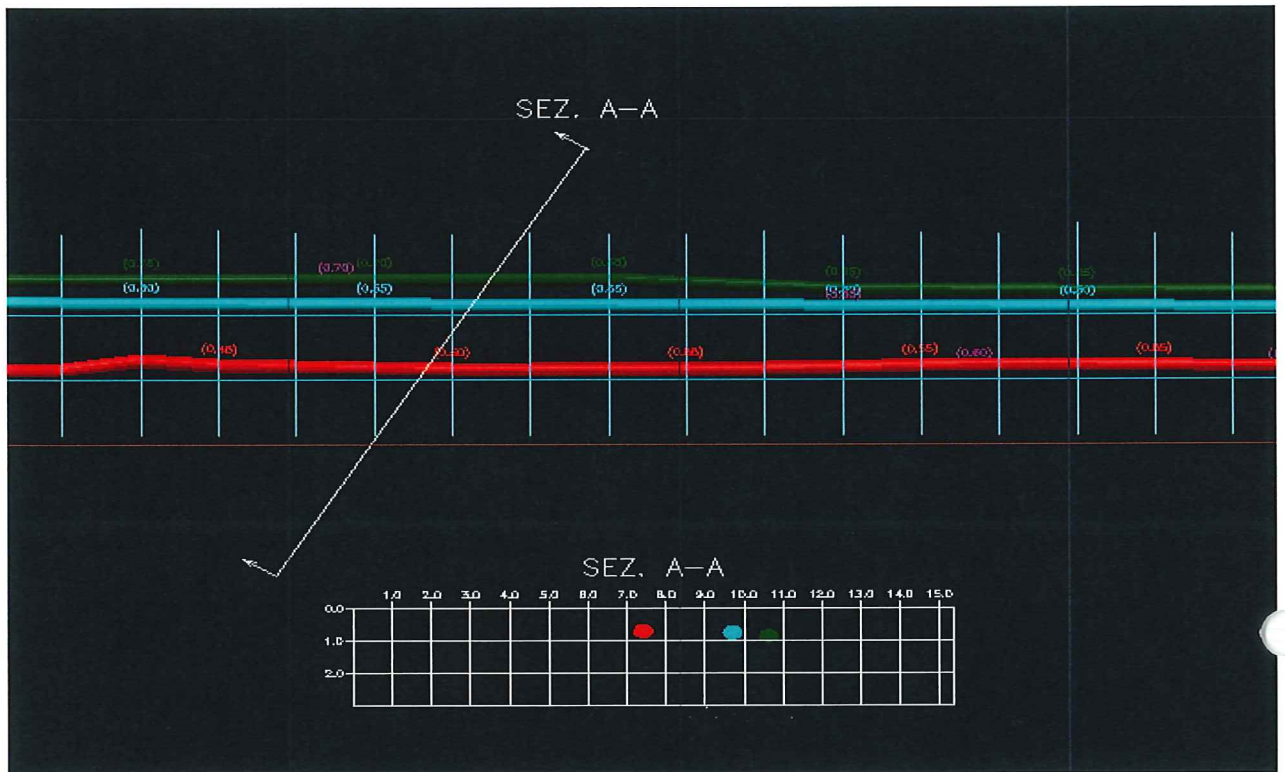

**Fig. 6.3** - ダイアログ・ウィンド・パラメータの断面パラメータ
5. *Make Section*  により、「データ・ベース」からインポートされる地図作製法の概略縦、横、水平及び対角断面を自動入手することができる。このボタンを起動させると、そこでどの断面を実行するかを決定できる Fig. 6.3 のウィンドが現れる。断面を作成するには、以下のフィールドを編集しなくてはならない：